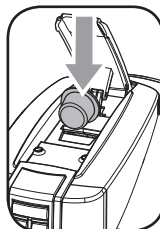

Fig.2
- 9- Inserire la capsula come indicato in figura (Fig.2).